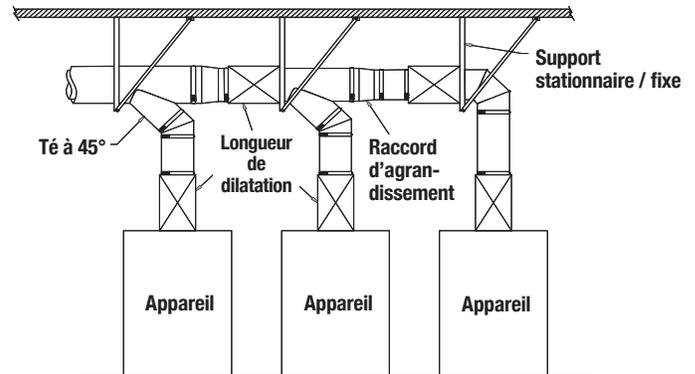

Figure 13 - Raccordement de plusieurs appareils avec des tés à 45°
- Si un té à 45° est utilisé pour connecter plusieurs appareils entre eux, la dilatation thermique doit être prise en compte. Une longueur de dilatation doit être installée entre les tés pour éviter que des moments de flexion y soient appliqués (voir **Figure 13**).